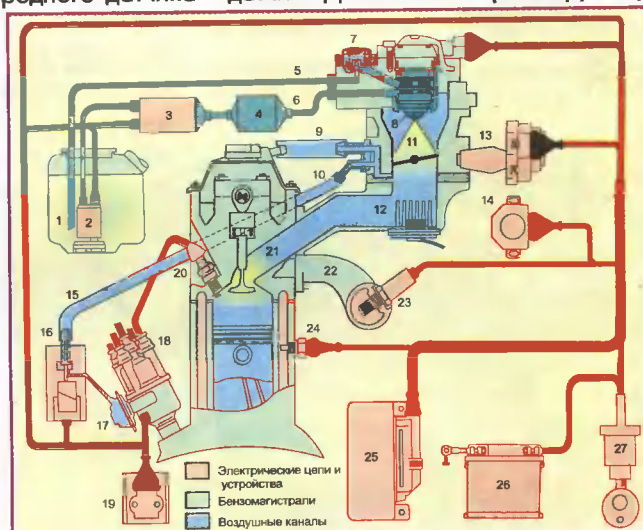

Рис. 10.
□ На рис. 10 приведена функциональная схема системы впрыска "Mono-Jetronic" со всеми составными ее компонентами.